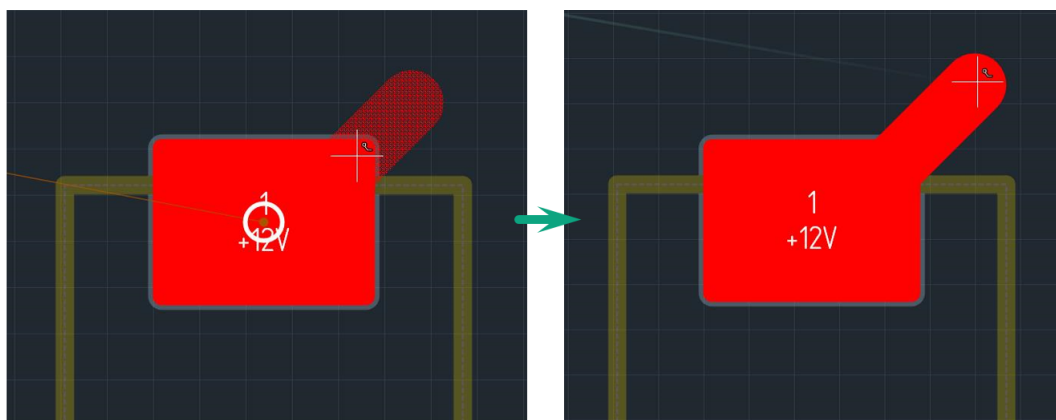

Рис. 231 Точное позиционирование подключения к контактной площадке
4. Переместите курсор в ту точку, где необходимо установить подключение к площадке, при этом на экране будет отображаться возможный вид подключения, см. Рис. 231. Курсор должен быть рядом с площадкой.